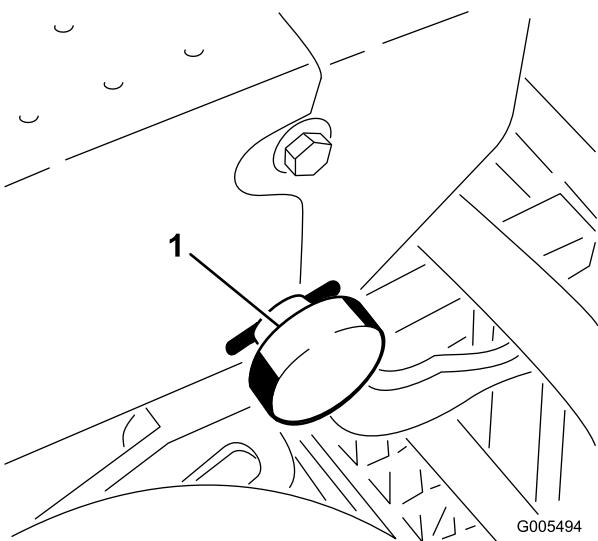

図 6
3. ハンドルアームの固定ノブ（図 6）を止めているコッター・ピンを抜き、ノブを取り外す。